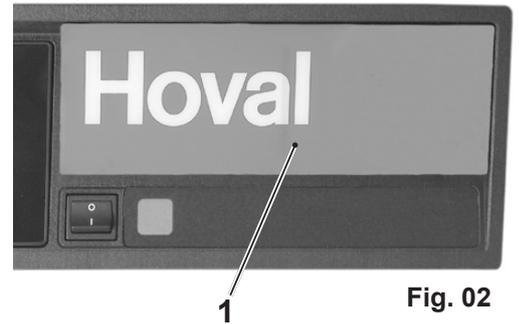

Fig. 02
1. Aprire il coperchio ribaltabile (1, Fig. 02) a destra sul quadro di comando.
4. Chiudere il coperchio ribaltabile (1, Fig. 02).